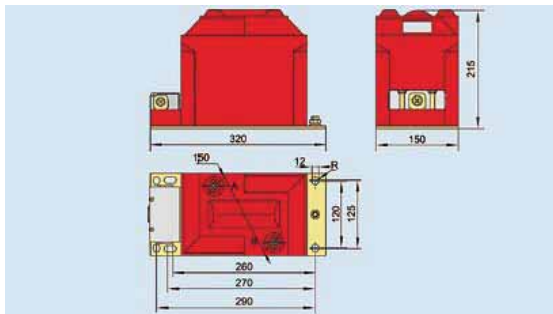

Рис. 6.1 Внешний вид и размеры трансформатора напряжения JDZ10-10
6.1 Внешний вид и размеры трансформатора напряжения JDZ10-10 (см. рис. 6.1):